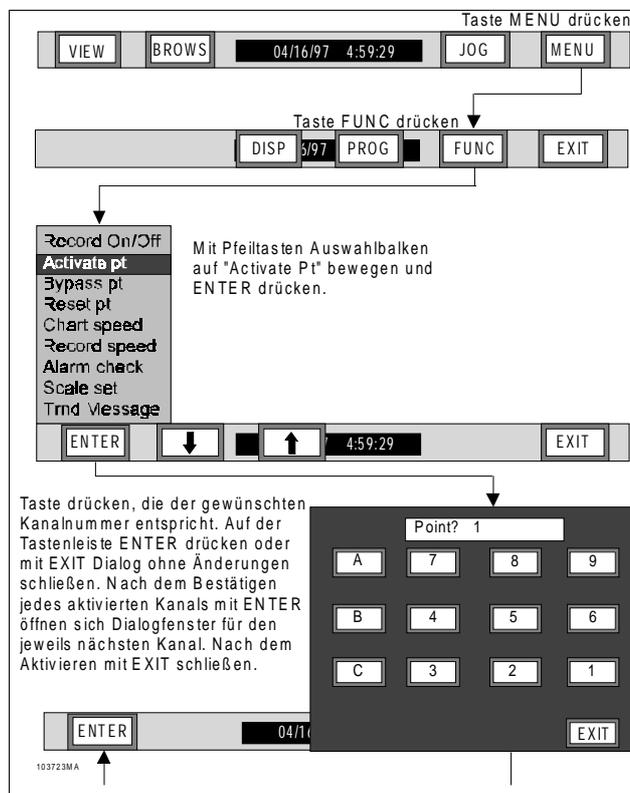

Bild 3-33 Ablaufdiagramm Kanal EIN
B. Kanal EIN – Mit dem Menüpunkt "Activate Point" wird ein vorübergehend deaktivierter Kanal wieder eingeschaltet, um Eingangswerte zu erfassen und Informationen wiederzugeben. Zum Aktivieren eines Kanals siehe Bild 3-33 und die folgenden Anweisungsschritte: